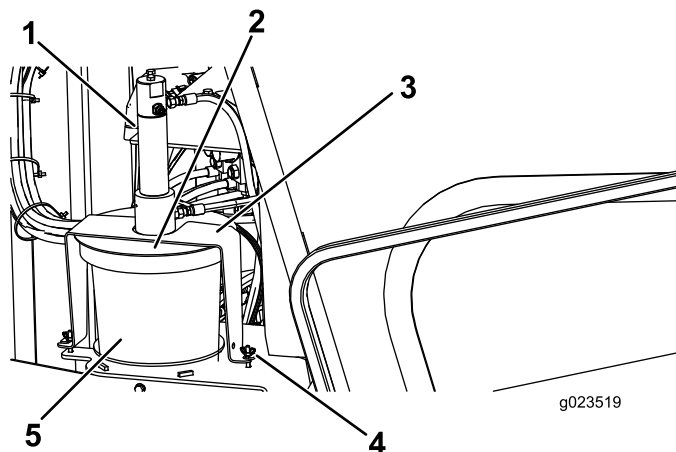

Figura 57
3. Afloje las tuercas de orejeta que sujetan las pletinas de sujeción a la máquina (Figura 57).
4. Gire la tapa y separe las pletinas de sujeción de los pernos de retención (Figura 57).
5. Retire la tapa del cubo de lubricante de roscas vacío (Figura 57).
7. Coloque el pistón en el cubo nuevo y baje la tapa sobre el cubo (Figura 57).
8. Coloque las pletinas de sujeción sobre los pernos de retención y gire la tapa para enganchar las pletinas en los pernos (Figura 57).